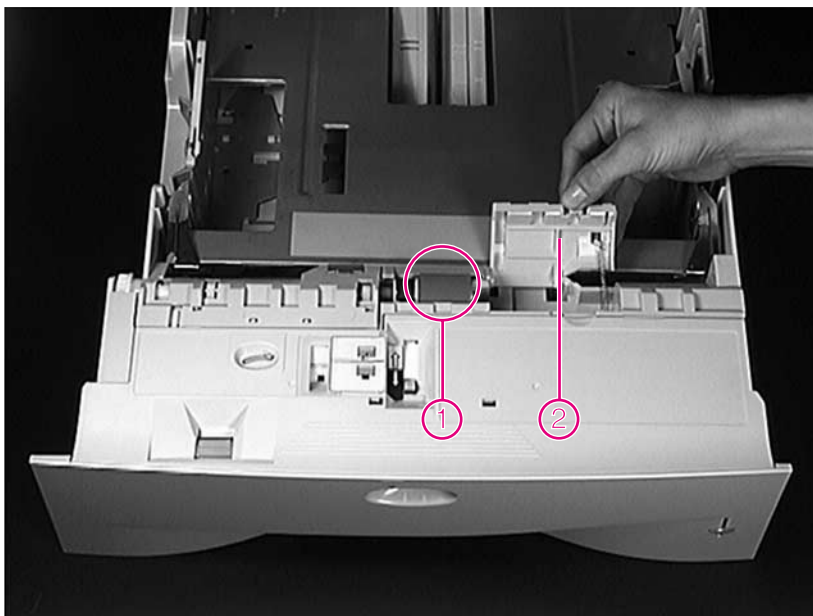

Figura 15 Rimozione del rullo di separazione
- 1 Con una mano, sollevare il coperchio mobile (Figura 15, elemento 2).